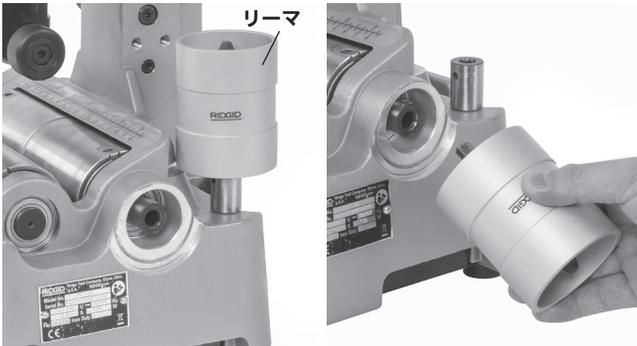

図 11 - リーマの取り付け
- リーマを保管位置から取り外し、使用位置に取り付けます (図 11)。リーマがしっかりと取り付けられていることを確認してください。